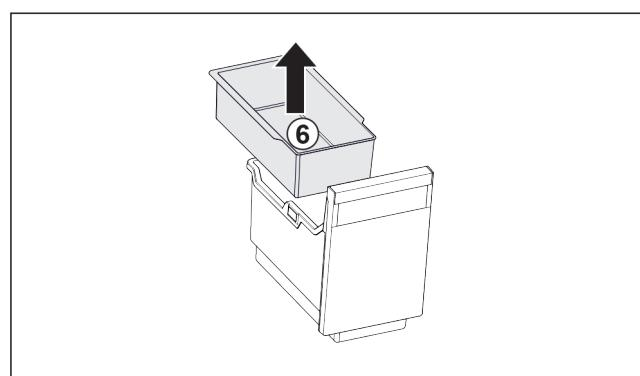

Fig. 124
- Извадете окачващата се поставка Fig. 124 (6).